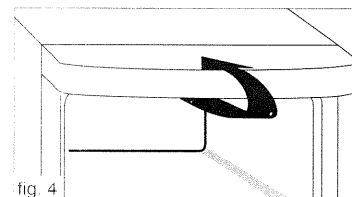

fig. 4
- 8- Déclipsez le fronton (fig. 4).